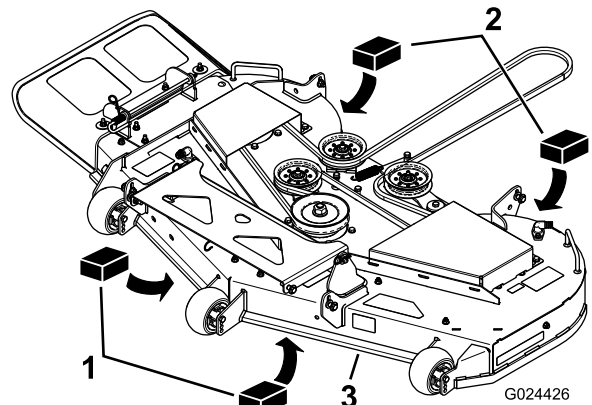

Figure 60
3. Placez deux cales de 6,66 cm (2-5/8 po) sous chaque côté du bord avant du tablier de coupe, mais pas sous les supports des galets anti-scalp (Figure 60).
4. Placez deux cales épaisses de 7,30 cm (2-7/8 po) sous le bord arrière de la jupe du tablier de coupe, une de chaque côté (Figure 60).